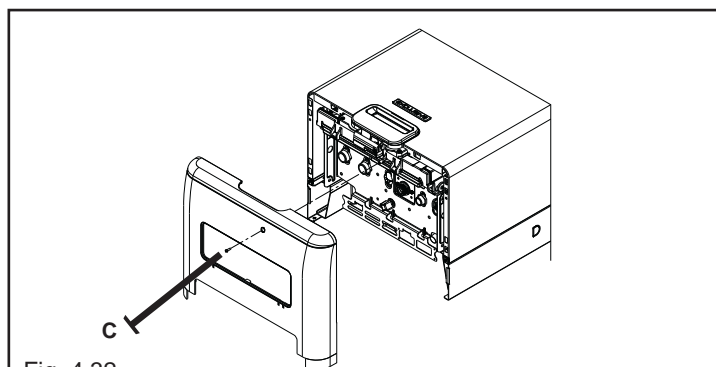

Fig. 4.32
- Svitare la vite di fissaggio (C) della copertura raccordi (fig. 4.32)